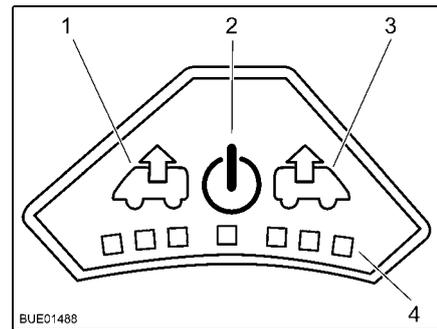

Bild 129 Bedienfeld des Ventilators
Einschalten: ■ Taste Ein/Aus (Bild 129,2) drücken. Der Ventilator läuft im Komfortmodus (Entlüften mit niedrigster Ventilatordrehzahl).
Entlüften: ■ Um die Ventilatordrehzahl zu erhöhen: Taste Entlüften (Bild 129,1) drücken. Die Ventilatordrehzahl in Entlüftungsrichtung nimmt um eine Stufe zu. LEDs (Bild 129,4) zeigen die Schaltstufen an.
■ Um die Ventilatordrehzahl zu verringern: Taste Belüften (Bild 129,3) drücken. Die Ventilatordrehzahl nimmt um eine Stufe ab.
Belüften: ■ Um die Ventilatordrehzahl zu erhöhen: Taste Belüften (Bild 129,3) drücken. Die Ventilatordrehzahl in Belüftungsrichtung nimmt um eine Stufe zu. LEDs (Bild 129,4) zeigen die Schaltstufen an.
■ Um die Ventilatordrehzahl zu verringern: Taste Entlüften (Bild 129,1) drücken. Die Ventilatordrehzahl nimmt um eine Stufe ab.
- Taste Ein/Aus (Bild 129,2) drücken. Der Ventilator stoppt, die LEDs erlöschen.